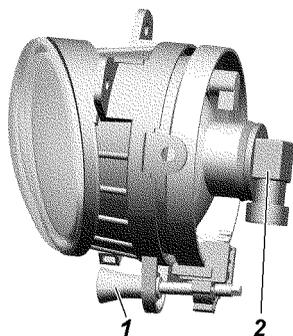
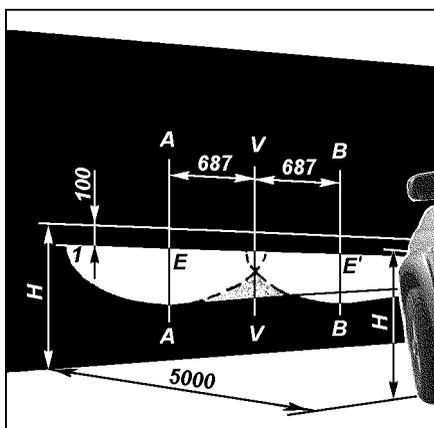

Рис. 9.42. Противотуманная фара:
Рис. 9.43. Разметка экрана для регулировки противотуманных фар:
**Противотуманные фары.** Регулировка противотуманных фар осуществляется винтом 1 (рис. 9.42) при помощи ключа S=5 или Torx T20. Установите фару в положение, при котором светотеневая граница совпадает с линией 1 (рис. 9.43).
Для замены ламп противотуманных фар отсоедините колодку жгута проводов 2 (рис. 9.42) от лампы, поверните против часовой стрелки и выньте лампу.